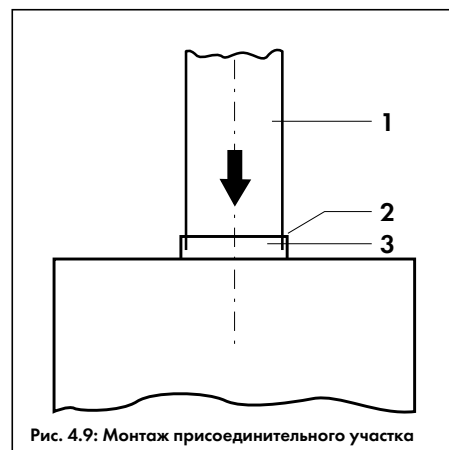

Рис. 4.9: Монтаж присоединительного участка
- Вставьте соединительный участок дымохода (1, рис. 4.9) в предохранитель тяги котла (2, рис. 4.9). Обратите при этом внимание на то, чтобы труба соединительного участка плотно сидела в патрубке (3, рис. 4.9) предохранителя тяги.